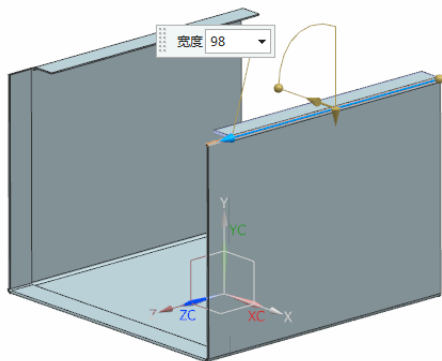

图 7-99 选择第 2 弯边特征折弯边
(4) 在视图区中选择如图 7-99 所示的折弯边，并选择如图 7-99 所示的顶点，输入宽度为 98。